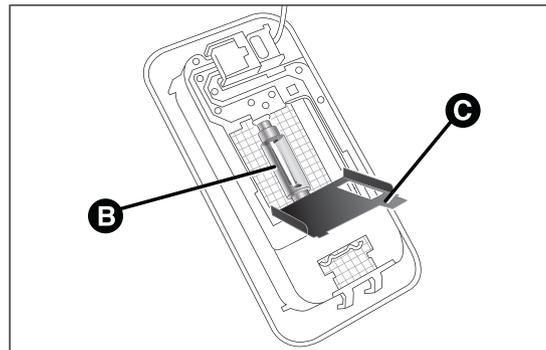

fig. 146
- ☐ aprire lo sportellino C fig. 146 e sostituire la lampada B, svincolandola dai contatti laterali;